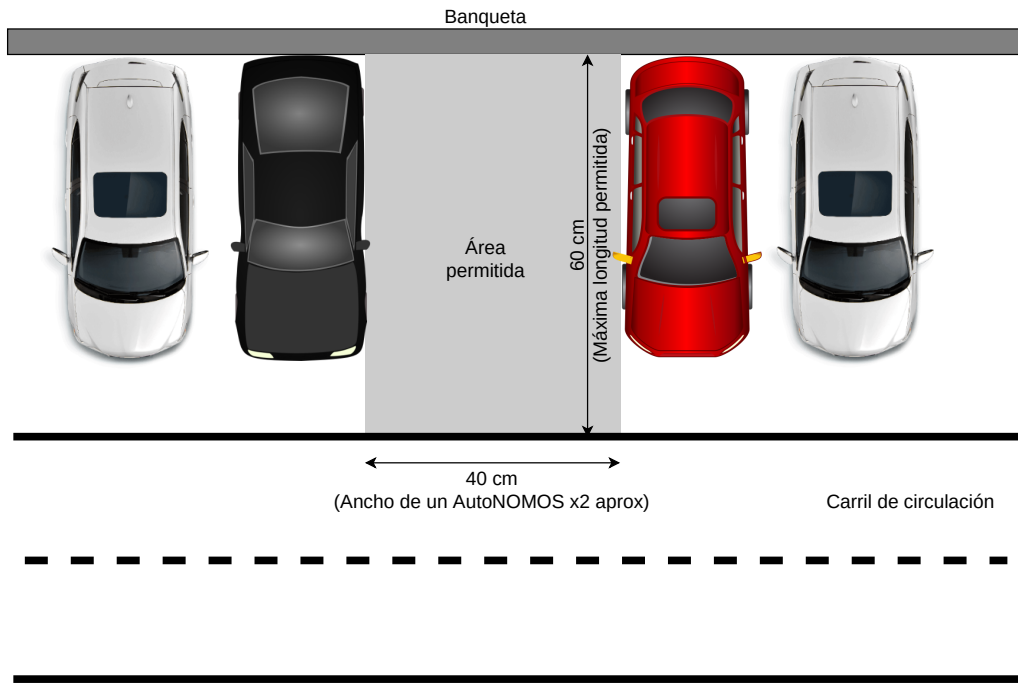

Figura 3: Zona de estacionamiento
Asimismo, habrá una zona en la pista para las pruebas de estacionamiento **en batería**, como se ilustra en la figura 3. La banqueta será delimitada por “paredes” con
4. **Estacionamiento Autónomo.** Consiste en hacer que el vehículo pueda estacionarse en la zona designada (ver figura 3). Se arrancará el vehículo a un metro de distancia, aproximadamente, del espacio para estacionarse. Esta posición inicial estará sobre el carril de circulación. La posición y orientación inicial tendrán una ligera variación aleatoria para todos los equipos. El vehículo podrá utilizar todo el espacio y maniobras necesarias para estacionarse.
- En la prueba sobre estacionamiento autónomo, se ordenará a los equipos de acuerdo al tiempo final requerido para concluir exitosamente la prueba, luego de aplicar sanciones a aquellos autos que colisionen contra algún obstáculo (ver sección 6.3). Quien no logra estacionarse recibirá puntuación nula. Se considerará como exitosa la prueba si el vehículo queda estacionado dentro del espacio identificado en la Figura 3 como “Area permitida”.